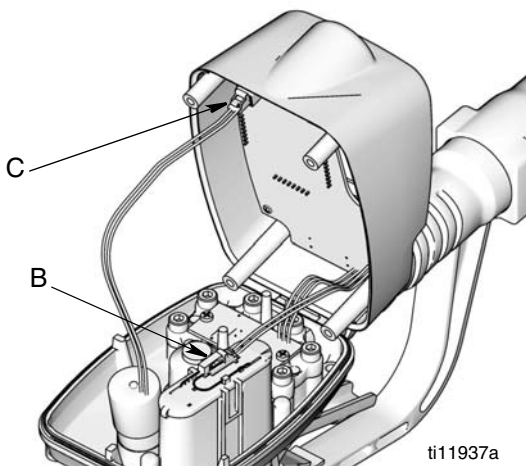

FIG. 31
3. Retournez le compteur et faites glisser le couvercle vers l'arrière (FIG. 31).